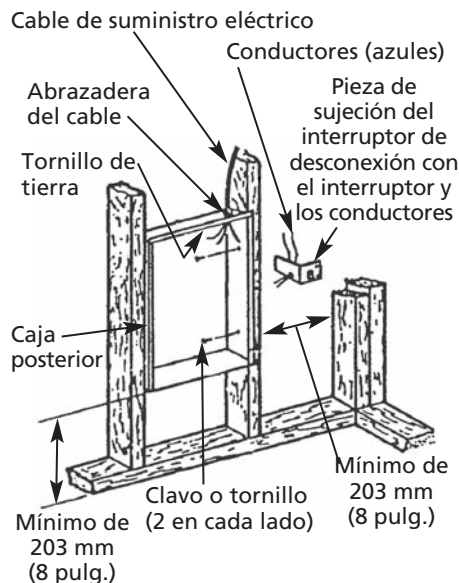

Figura 2 – Ubicación de la Caja Posterior Empotrada en una Construcción Nueva
1. Montaje de la caja posterior (consulte la Figura 2).
c. Fije en posición la caja posterior con los tornillos o clavos para madera, como se muestra en la Figura 2.
2. Cableado de suministro eléctrico (consulte la Figura 2).